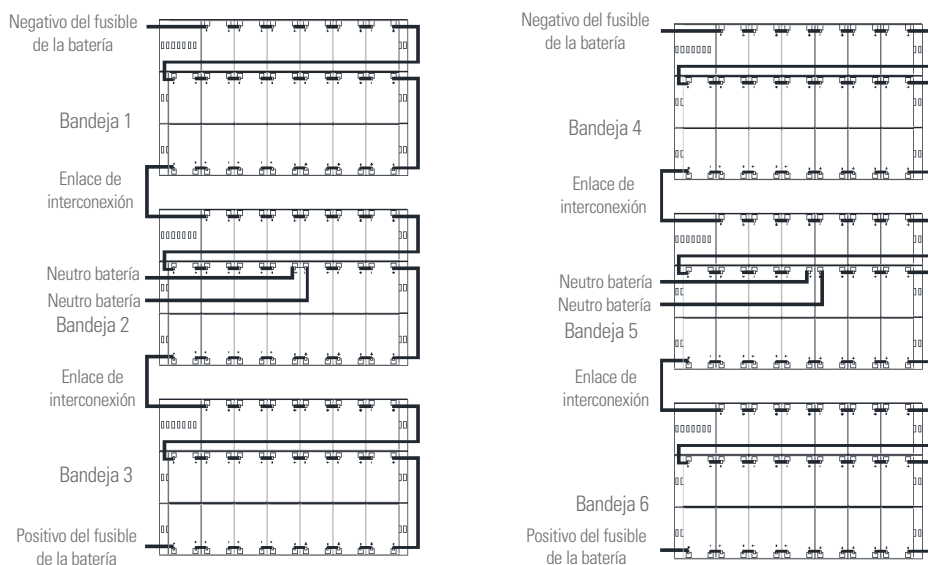
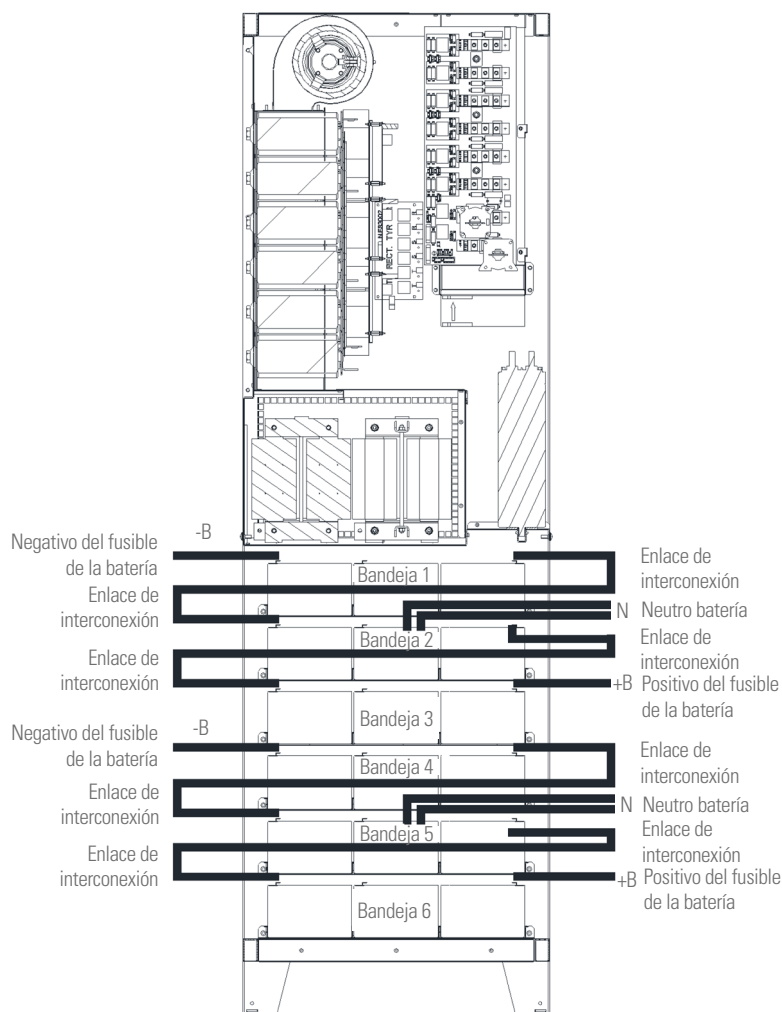

Fig. 31. Vista superior de la bandeja de conexiones de baterías (12 V, 12-14 Ah).
Fig. 33. Vista frontal de la bandeja de conexiones de baterías (12 V, 12-14 Ah).
- ❑ Instalar las baterías recibidas en paquetes separados como se indica en la Fig. 31 y Fig. 33.